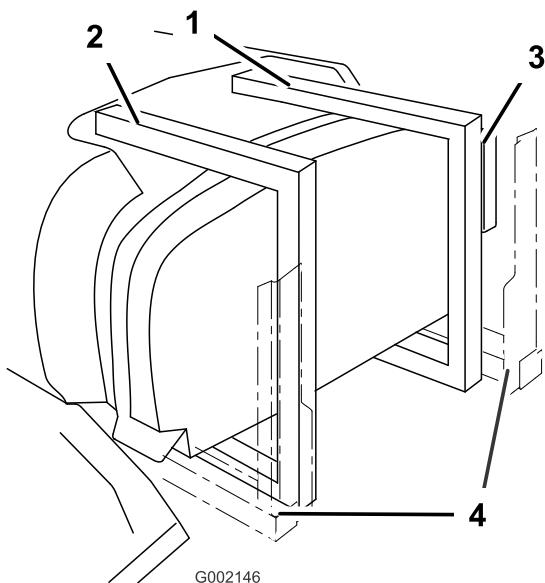

図 4
4. 取り付けると、両方のサポートがタンクの後端部を包むようになる（図4）。